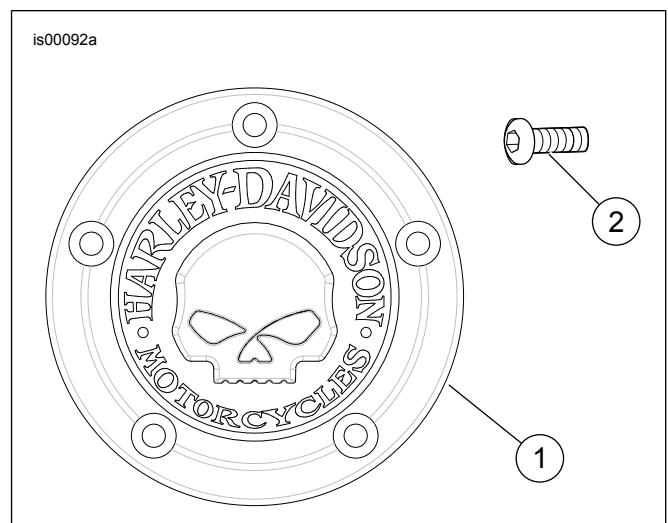

Figure 1. Pièces de rechange : Kit de carter de distribution
Voir Figure 1 et Tableau 1 .
1. Voir la Figure 1. Dévissez et mettez à l'écart les cinq vis qui retiennent le carter de distribution original.
3. Positionnez le nouveau carter de distribution (1) et fixez-le avec les vis TORX® (2). Serrez.